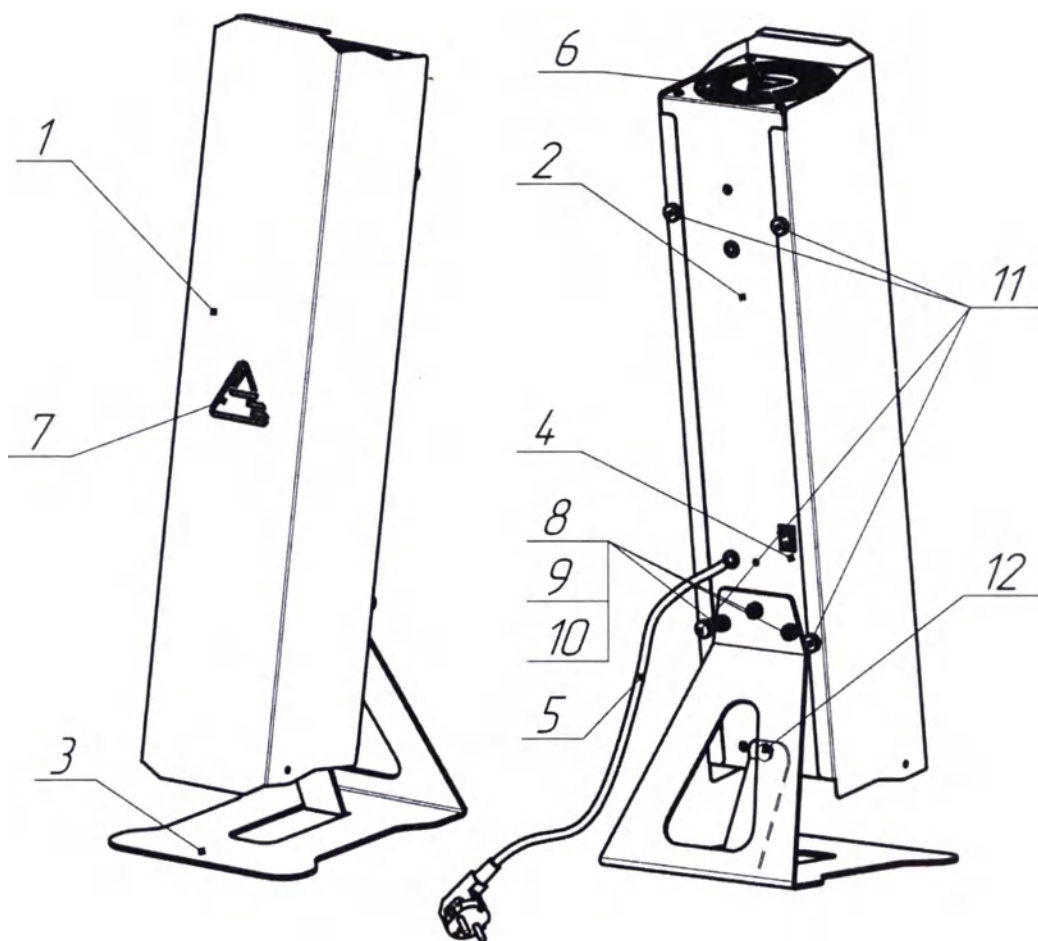
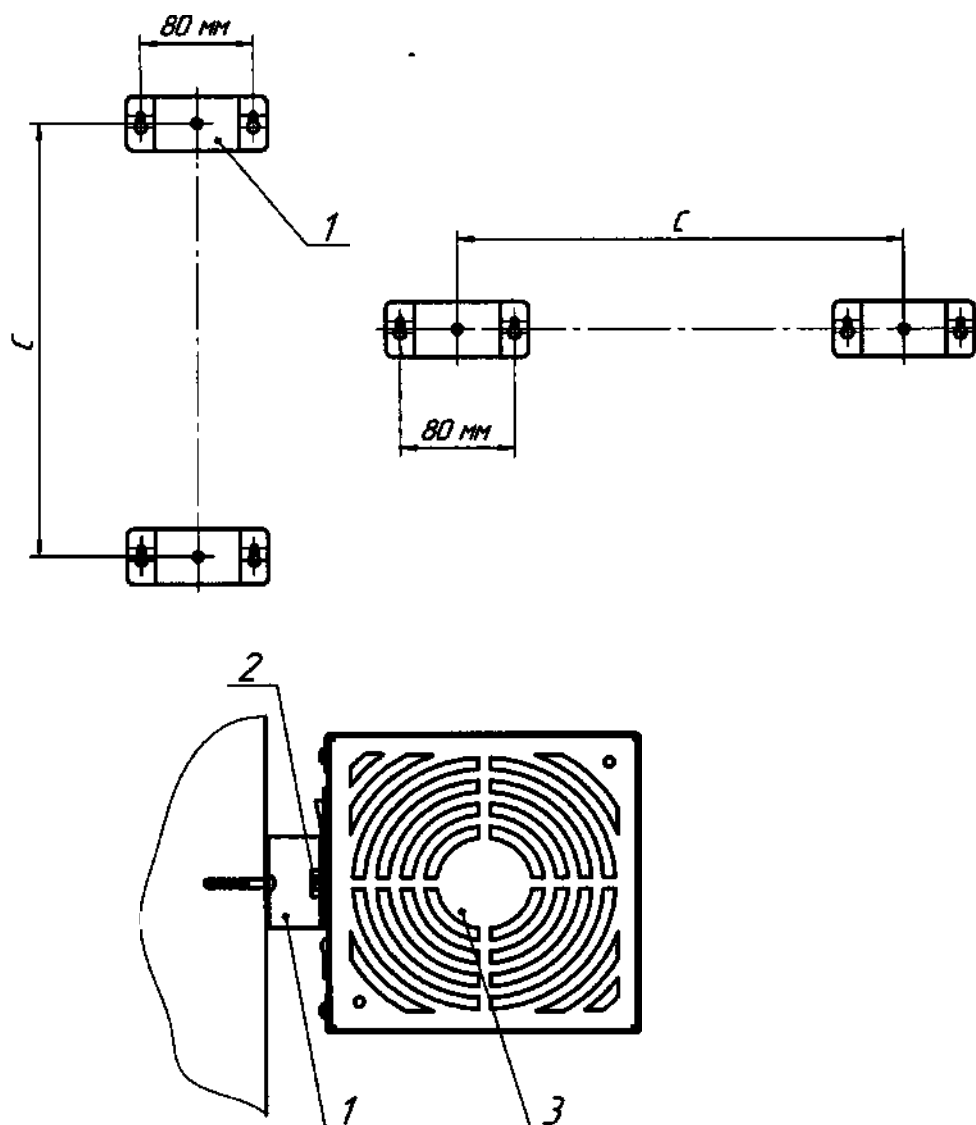

Рисунок 1 - Общий вид рециркулятора ОБРН02.
Рисунок 4. Схема установки рециркулятора на стену.
*Масса рециркулятора указана с присоединенной опорой (поз.3 рис.1)
5.1.9 Подсоедините опору (поз.1 Рисунок 1) и прикрутите её на 3 болта М6 (поз.8) и винт (поз.12)
5.1.15 Для установки рециркулятора на стену отсоедините опору открутив 3 болта (поз. 8 рис.1) и винт (поз. 12 рис.1), подсоедините к рециркулятору две скобы подвеса (поз.1 рисунок 4), вкрутите 2 болта в установочные отверстия (поз.2) и закрепите рециркулятор на стене в соответствии со схемой (рис.4)